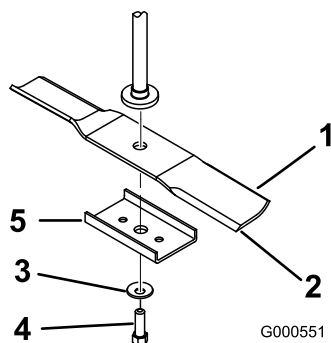

Figure 49
2. Enlevez de l'axe le boulon de lame, la rondelle bombée, le renfort de lame et la lame (Figure 49).
- Montez le renfort, la rondelle bombée (face concave vers la lame) et le boulon de lame (Figure 49).
- Placez la lame sur l'axe (Figure 49).